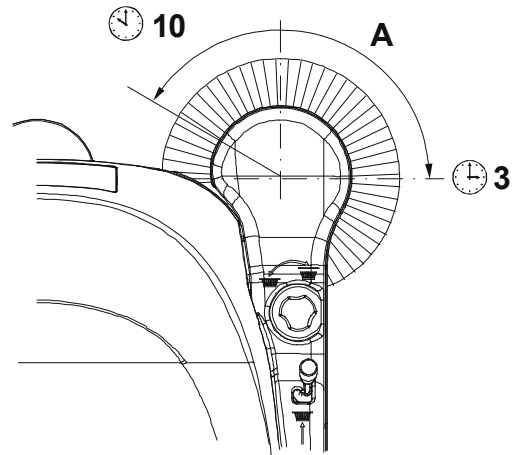

Abbildung 1
- Seitenbesen durch Betätigen des Schalters (1) anhalten, Besen anheben und Gerät zur Seite fahren.
- Prüfen, ob die Seitenbesenspur hinsichtlich Ausdehnung und Ausrichtung der Abbildung (A, Abb. 1) entspricht: Der Seitenbesen muss den Boden in einem Kreissegment zwischen „10 Uhr und 3 Uhr“ berühren.
- Zur Höheneinstellung der Seitenbesen Drehregler (13) im oder gegen den Uhrzeigersinn drehen.